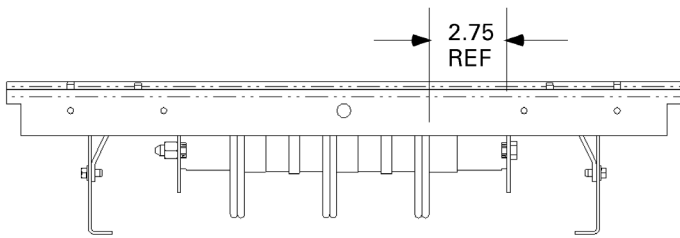

Figure 2. Illustration de la distance de référence de 2.75 pouces.
2. Repérer le côté de l'intérieur ayant une distance de référence de 2.75 pouces. Les barrettes de disjoncteur sont montées sur le côté de la barre omnibus intérieure du panneau pour laquelle la distance entre la face de barre omnibus verticale et la face du rail de support de barre omnibus est de 2.75 pouces, tel qu'indiqué à la Figure 2.